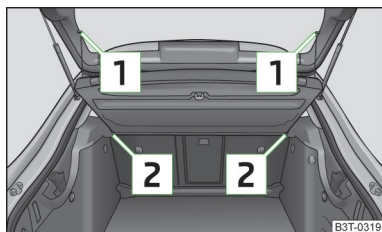

Fig. 89
- > Agățați benzile de susținere **1** » fig. 89 de la capota portbagajului.
- > Împingeți masca de acoperire a portbagajului în suporturile **2** » fig. 89.